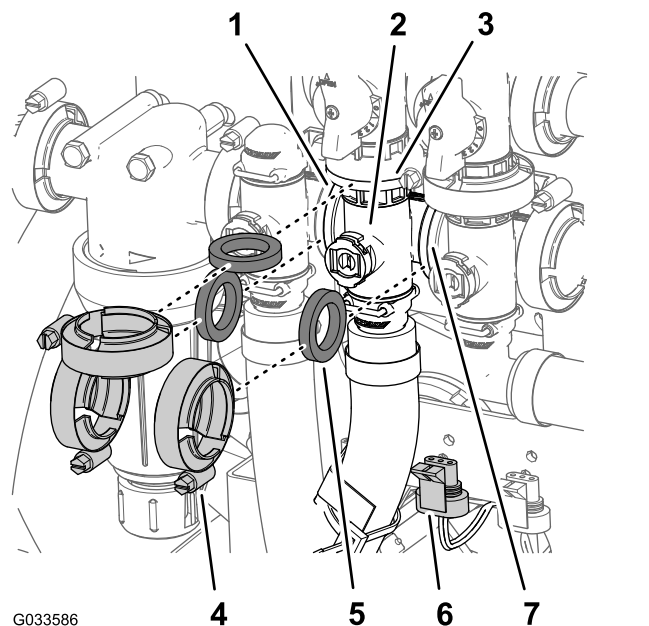

Figure 115
- Déposez les 2 colliers à bride et les 3 joints qui fixent le collecteur de la vanne d'agitation (Figure 115) à la vanne de dérivation d'agitation, au régulateur de débit et à la vanne générale des rampes.